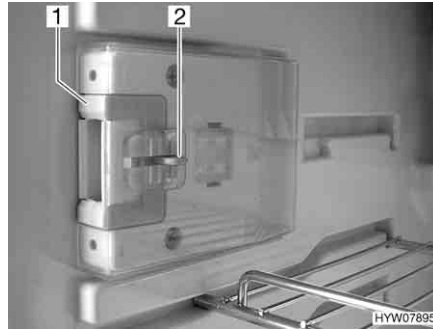
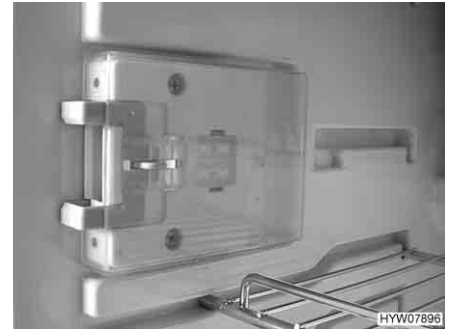

Fig. 136 Dispositif de fermeture en position normale
Fig. 137 Dispositif de fermeture en position de ventilation
- Presser le bouton de déverrouillage (Fig. 136,2).
- Pousser le dispositif de fermeture (Fig. 136,1) vers l'avant (Fig. 137).